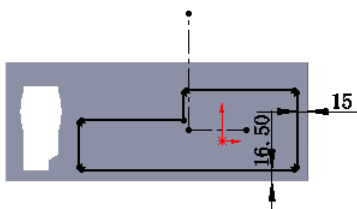

图 17.7.61 横断面草图
(4) 编辑草图，如图 17.7.61 所示。退出草图环境，完成成形特征 1 的创作。